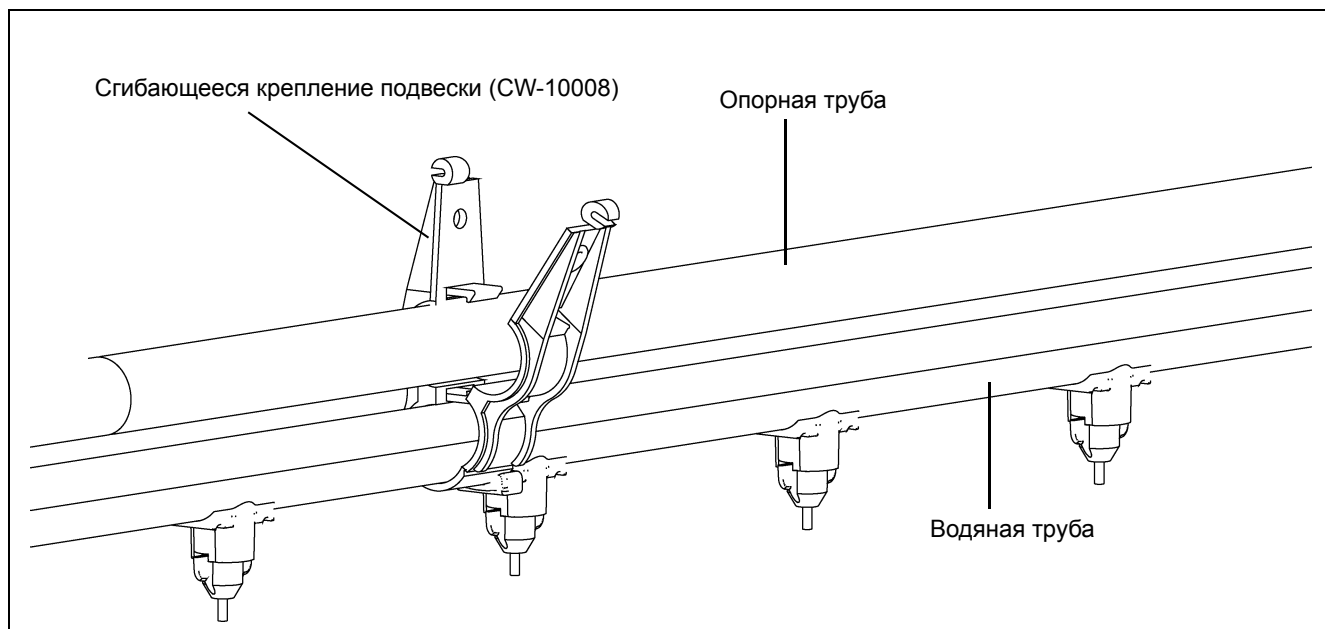

Рисунок 6F
3. Оберните крепления подвески (CW-10008) вокруг водяной трубы и опорной трубы и закрепите их вместе. *См. Рисунок 6F.* Равномерно распределите 5-6 креплений подвески по водяной трубе. По крайней мере, два (2) крепления подвески должны быть закреплены в ниппельных седлах, предпочтительно возле торцов трубы и непосредственно под подвесным шнуром, если возможно.